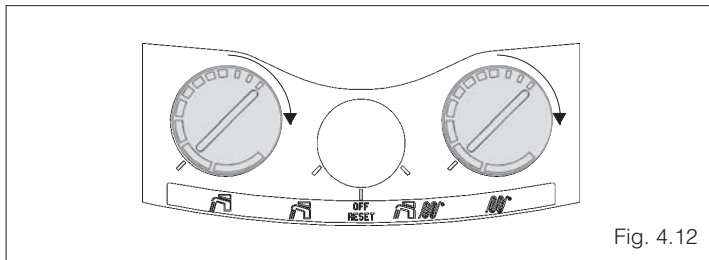

Fig. 4.12
- modificando la taratura dei termostati della caldaia (fig. 4.12).